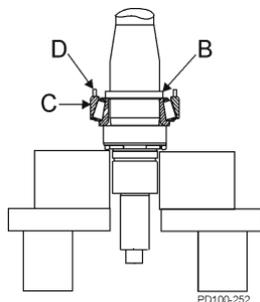

Abbildung 50 - Inneres und äußeres Distanzstück und untere Schale
4. Schieben Sie das innere Distanzstück (Abbildung 50, Pos. B) auf die Welle bis zum unteren Konus und der Rollenbaugruppe.